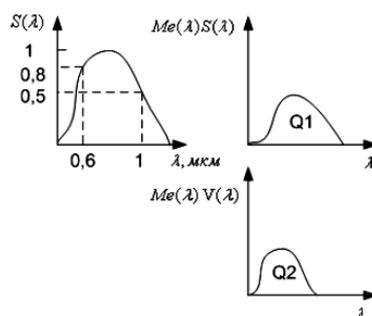

Рис. 1. Спектральные характеристики приёмника
1. Спектральная характеристика приёмника приведена на рис. 1. Определить силу фототока, вырабатываемого фотоприёмником, при попадании на его светочувствительную поверхность излучения от точечного источника с силой излучения $I_v = 15 \text{ Вт} \cdot \text{ср}^{-1}$ и длиной волны $1,06 \text{ мкм}$. Угол падения лучей на поверхность приемника $\epsilon = 0$. Источник расположен от приёмника на расстоянии $r = 100 \text{ м}$. Площадь светочувствительной поверхности фотоприёмника $Q_{\text{пр}} = 100 \text{ м}^2$. Максимальное значение спектральной чувствительности приемника $S_{\text{max}} = 10 \text{ мА} \cdot \text{Вт}^{-1}$.
2. На расстоянии $r = 6 \text{ м}$ от приёмника расположен точечный монохроматический источник, излучающий на длине волны $0,6 \text{ мкм}$. Площадь светочувствительной поверхности приёмника $Q_{\text{пр}} = 9 \text{ мм}^2$, угол падения лучей на приёмник $\epsilon = 0$. Максимальная спектральная чувствительность приемника $S_{\text{max}} = 2 \text{ мА} \cdot \text{Вт}^{-1}$, спектральная характеристика приведена на рис. 1. Определить силу излучения источника, если реакция приёмника на излучение источника $I = 0,05 \text{ мкА}$.